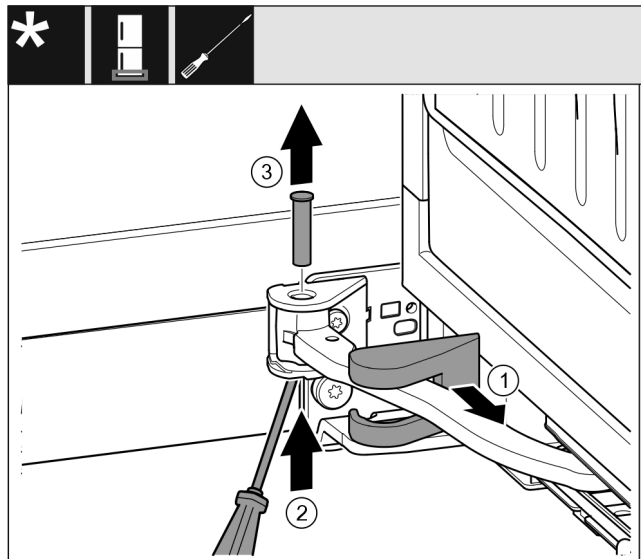

Fig. 15
- Desprindeți capacul suportului de lagăr Fig. 15 (1) și deplasați-l de-a lungul articulației.
- Ridicați de jos bolțul Fig. 15 (2) cu șurubelnița.
- Extrageți de sus bolțul Fig. 15 (3).